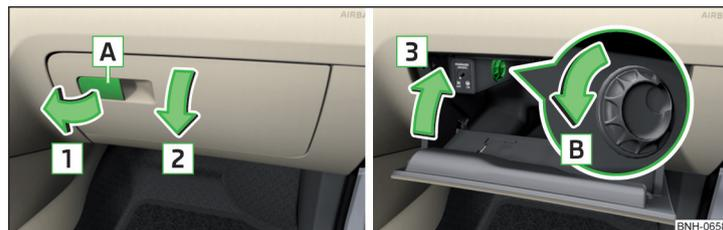

Fig. 76 Ouvrir le compartiment de rangement/ fermer le compartiment de rangement et ouvrir l'arrivée d'air
- Pour l'**ouverture**, tirez la poignée **A** dans le sens de la flèche **1** et rabattez le couvercle dans le sens de la flèche **2** » fig. 76.
- Pour **ouvrir**, tournez le régulateur rotatif dans le sens de la flèche **B** jusqu'à la butée » fig. 76.